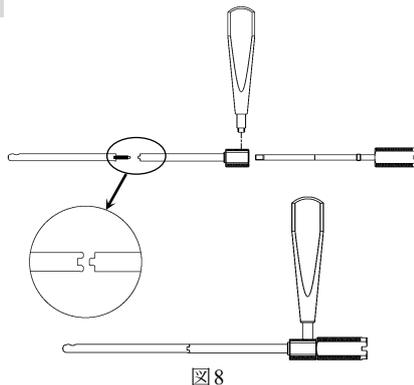

図8
- 5) で読み取った長さのインプラントを選択します。アウターガイド先端とインプラント後端を組み付け、インナーガイドにて確実に固定します。(図8)